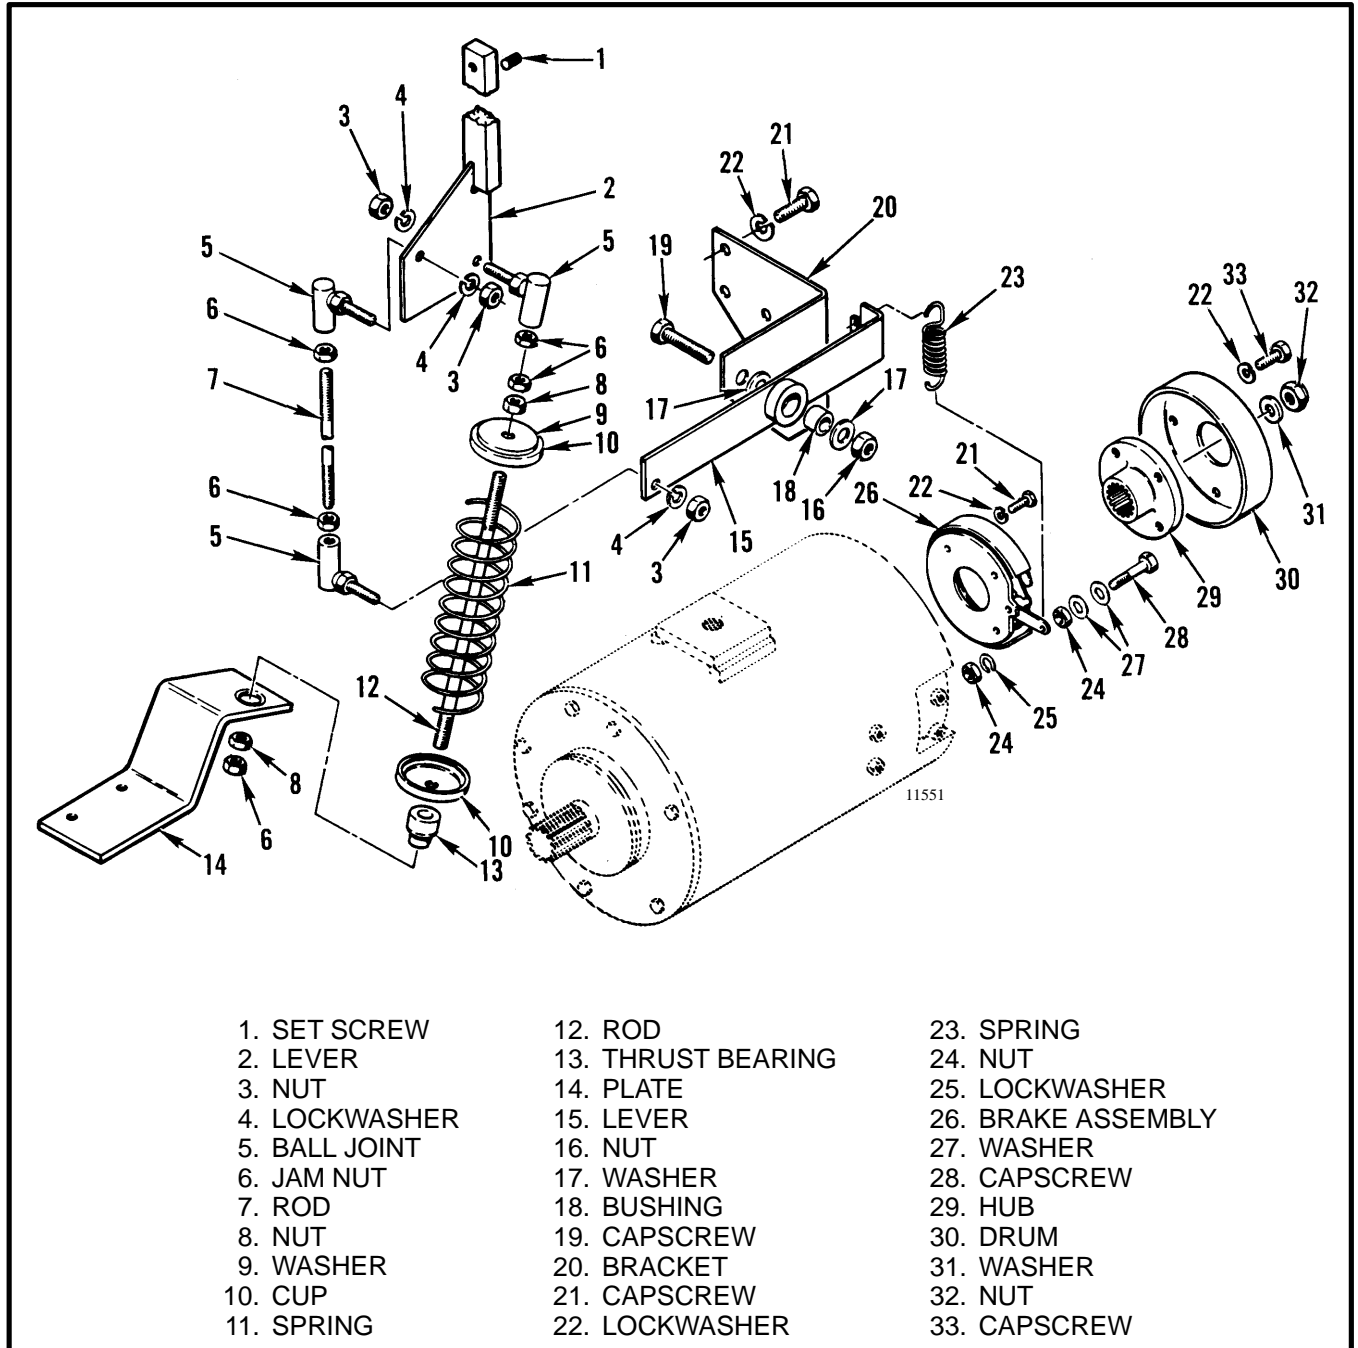
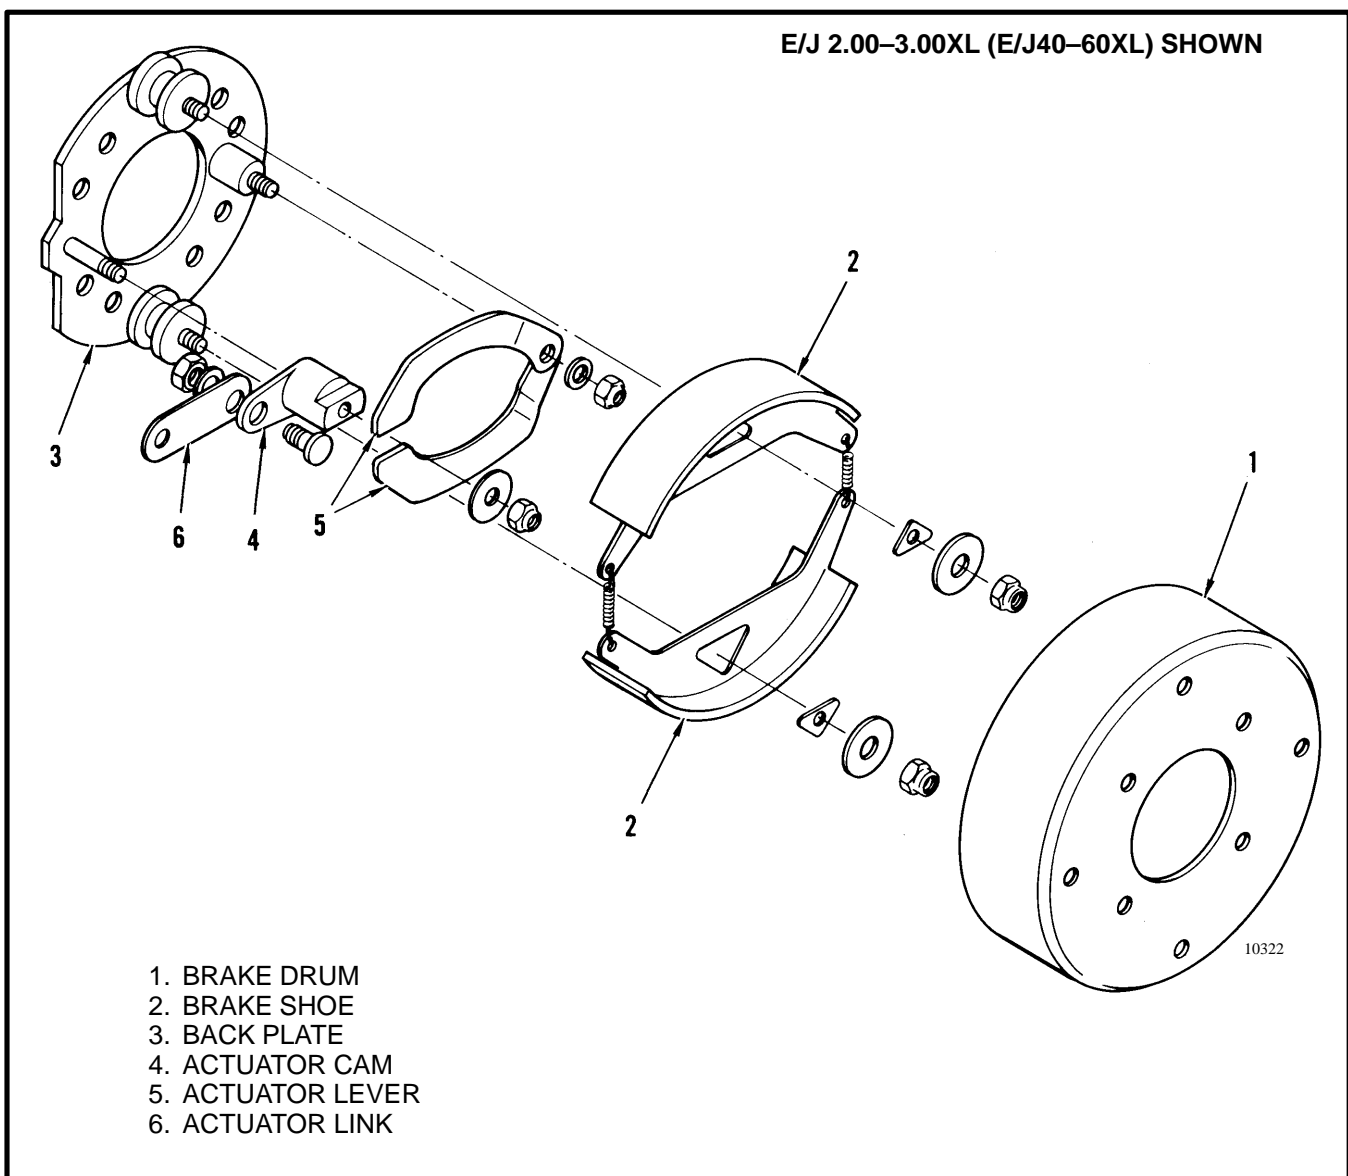

FIGURE 17. SEAT BRAKE LINKAGE
FIGURE 18. SEAT BRAKE ASSEMBLY
**REPAIRS (See FIGURE 17., FIGURE 18., and FIGURE 19.)**